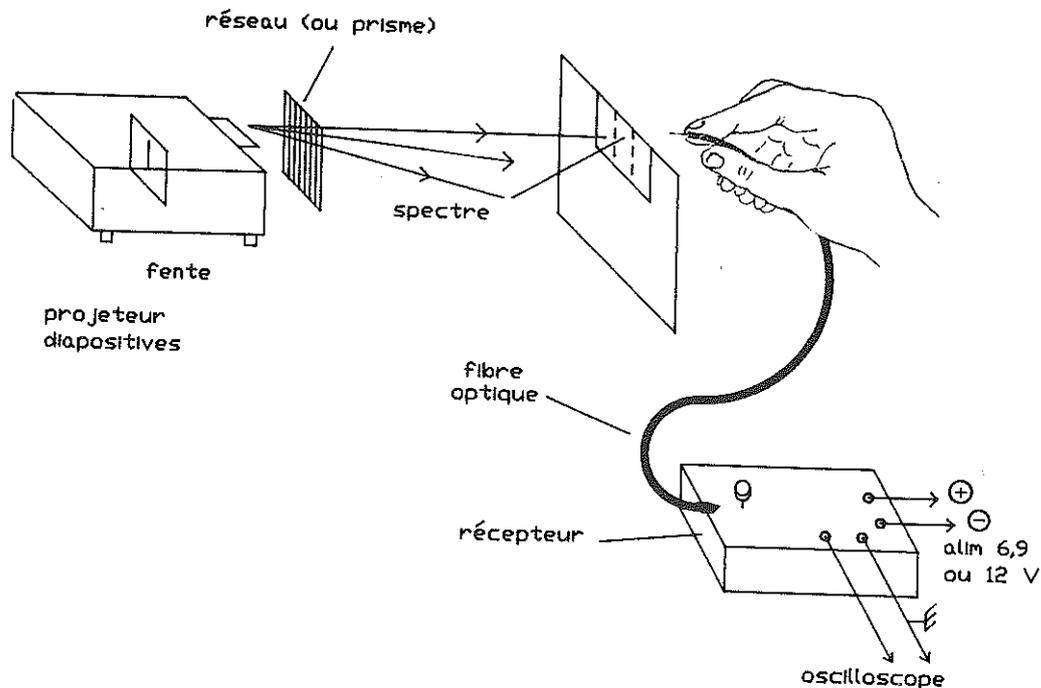

figure 15 : exploration d'un spectre de lumière blanche avec une fibre optique
- déplacer l'écran de manière que les divers spectres soient à demi-coupés par le bord supérieur de l'écran; explorer le spectre d'ordre 1 en déplaçant tangentiellement à l'écran l'extrémité de la fibre optique (figure 15)